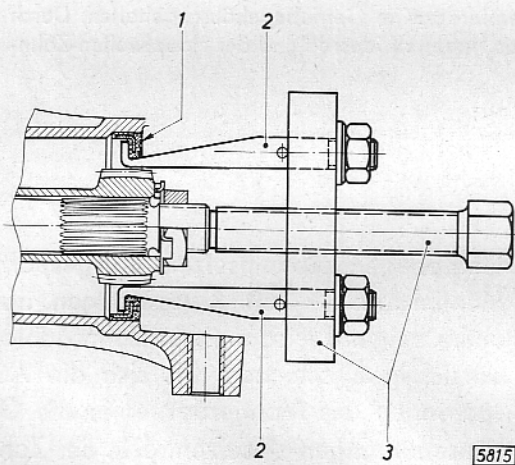

Bild B 10 - Getriebehauptwellendichtring-Ausziehhaken S-1266 in Dichtringfassung eingesetzt
1. Der Dichtring wird mit den Getriebehauptwellendichtring-Ausziehhaken S-1266 (ohne Hülse) in Verbindung mit Traverse und Druckschraube von S-1033 aus dem Getriebegehäuseendstück herausgezogen (Bild B 10). Hierzu muß die Hauptwelle fest im Endstück eingebaut sein.